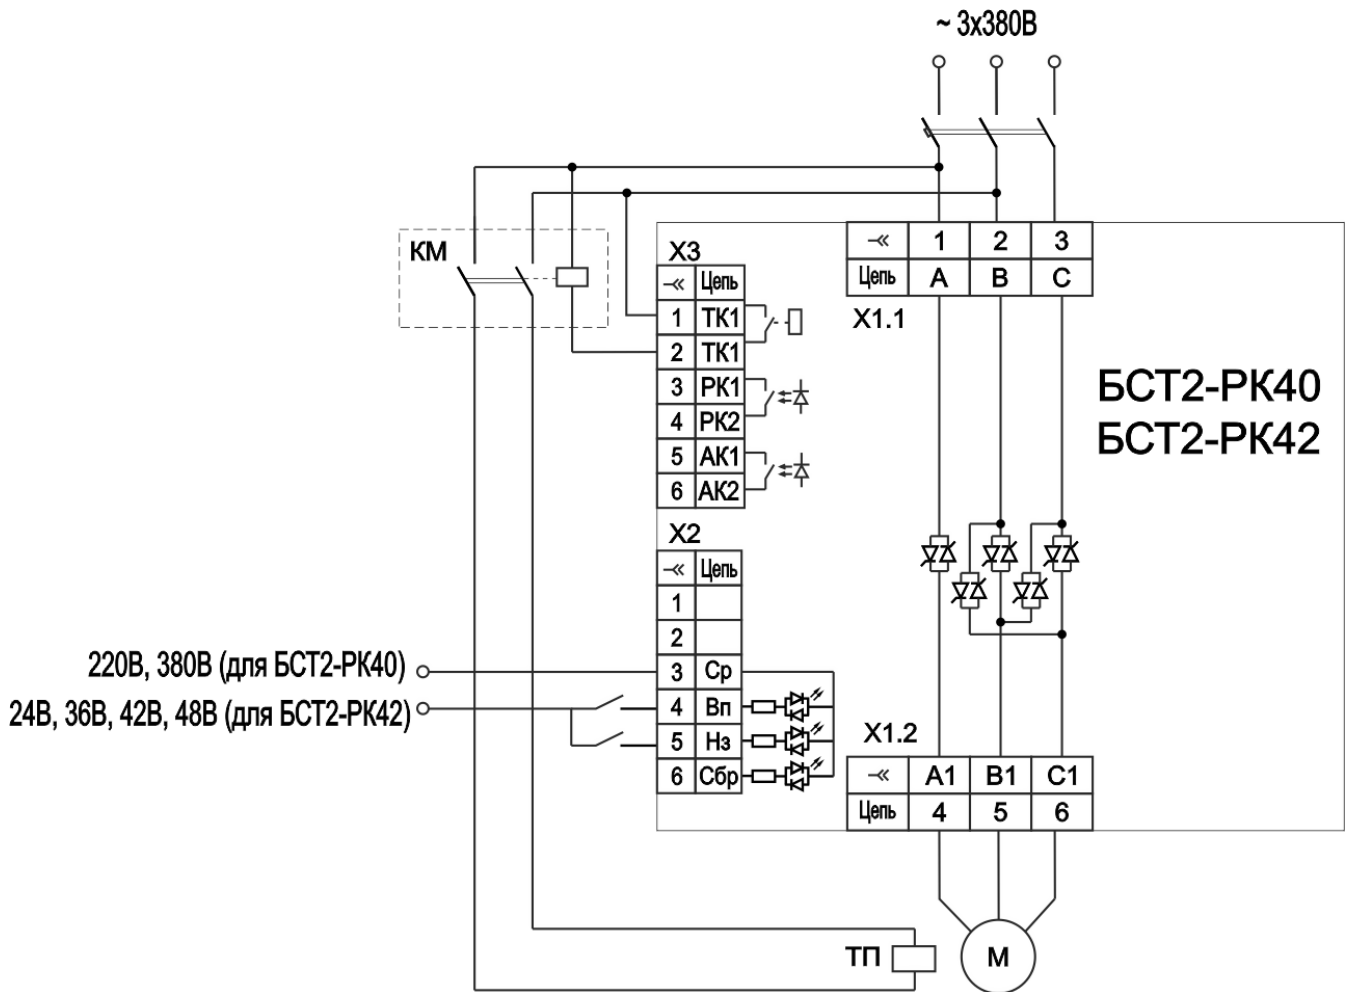

Рисунок 3 – Пример схемы подключения с управлением внешним тормозом
1.6.5 Пример схемы подключения пускателя к электродвигателю приведен на рис. 3.